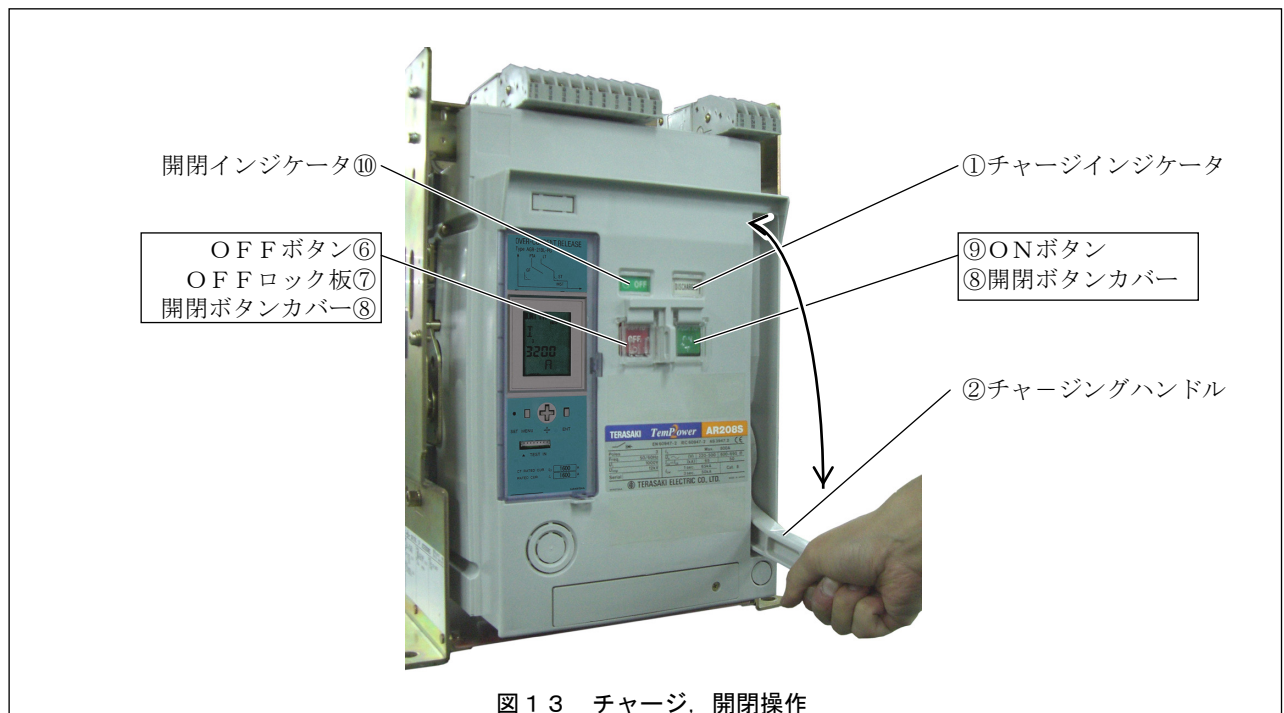

図13 チャージ, 開閉操作
チャージインジケータ（図13①）の表示が「DISCHARGED」から「CHARGED」に変わるまで、チャージングハンドル（図13②）を前に倒して戻す操作を繰り返します。チャージングハンドルの最大操作範囲 約90°でチャージ操作すると、10～13回程度の操作でチャージは完了します。
規定の操作電源電圧が制御回路端子⑧、⑨間に与えられているとき、チャージインジケータ（図13①）が閉路操作等により「DISCHARGED」に変わると、直ちにチャージングモータが駆動し、投入スプリングのチャージが行われます。チャージが完了すると、チャージインジケータに「CHARGED」が表示され、チャージングモータは自動的に停止します。チャージ時間は、操作電源電圧や遮断器形式により異なりますが、約10秒以内です。
- 1) チャージインジケータ（図13①）が「CHARGED」であること。
- 2) OFFボタン（図13⑥）がOFFロック板（図12⑦）でロックされていないこと。
開閉ボタンカバー（図13⑧）を開けてONボタン（図13⑨）を押して下さい。遮断器は音を立てて閉路し、開閉インジケータ（図13⑩）に「ON」、チャージインジケータ（図13①）には「DISCHARGED」が表示されま
開閉ボタンカバー（図13⑧）を開けてOFFボタン（図13⑥）を押して下さい。遮断器は音を立てて開路します。開閉インジケータ（図13⑩）には「OFF」が表示されます。